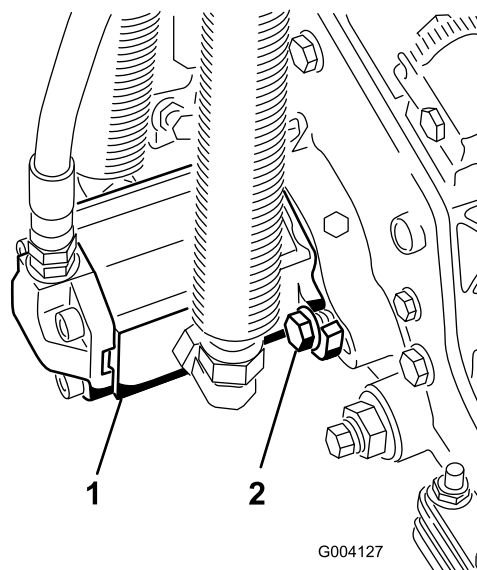

Figura 14
16. Montate il motore ruotato in senso orario in modo che le flange del motore non tocchino i bulloni (Figura 14).